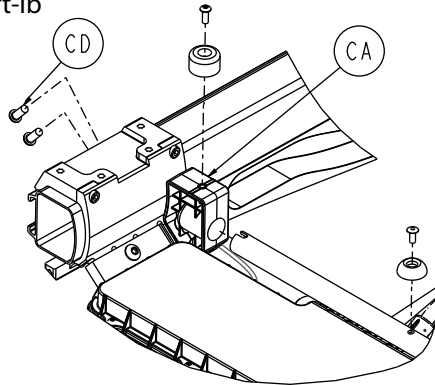

Figure 98 – Retirer le boîtier du pare-chocs du relève-jambes
7. À l'aide d'une clé Torx T27, retirer les deux vis d'assemblage à tête ronde (CD) qui fixent le boîtier du pare-chocs du relève-jambes (CA) au support de fixation (Figure 98). Retirer et conserver le boîtier de pare-chocs du relève-jambes. Conserver les vis. Répéter pour l'autre côté.